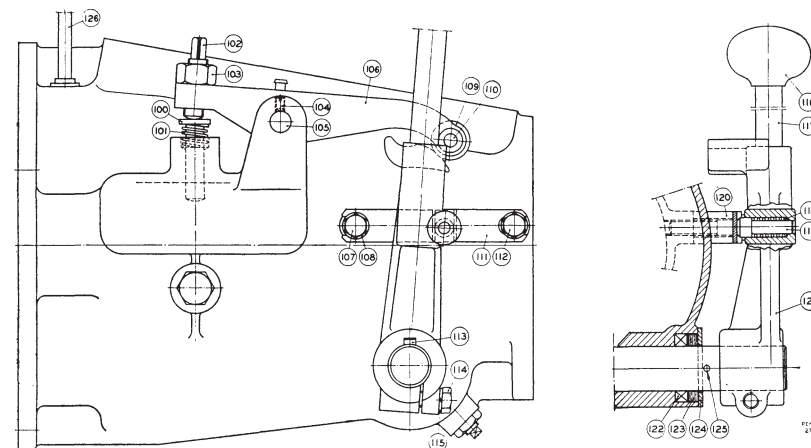

Fig. 17. Spakens friläge.
Lossa de två skruvarna (107 resp. 112, fig. 17) så att låsplattan (111) blir lös. Starta motorn, ställ noga in backslagsspaken i friläge, så att propelleraxeln ej roterar. Justera därefter in låsplattan så att spärrtappen (119) står mittför urtaget i låsplattan och lås plattan med skruvarna.